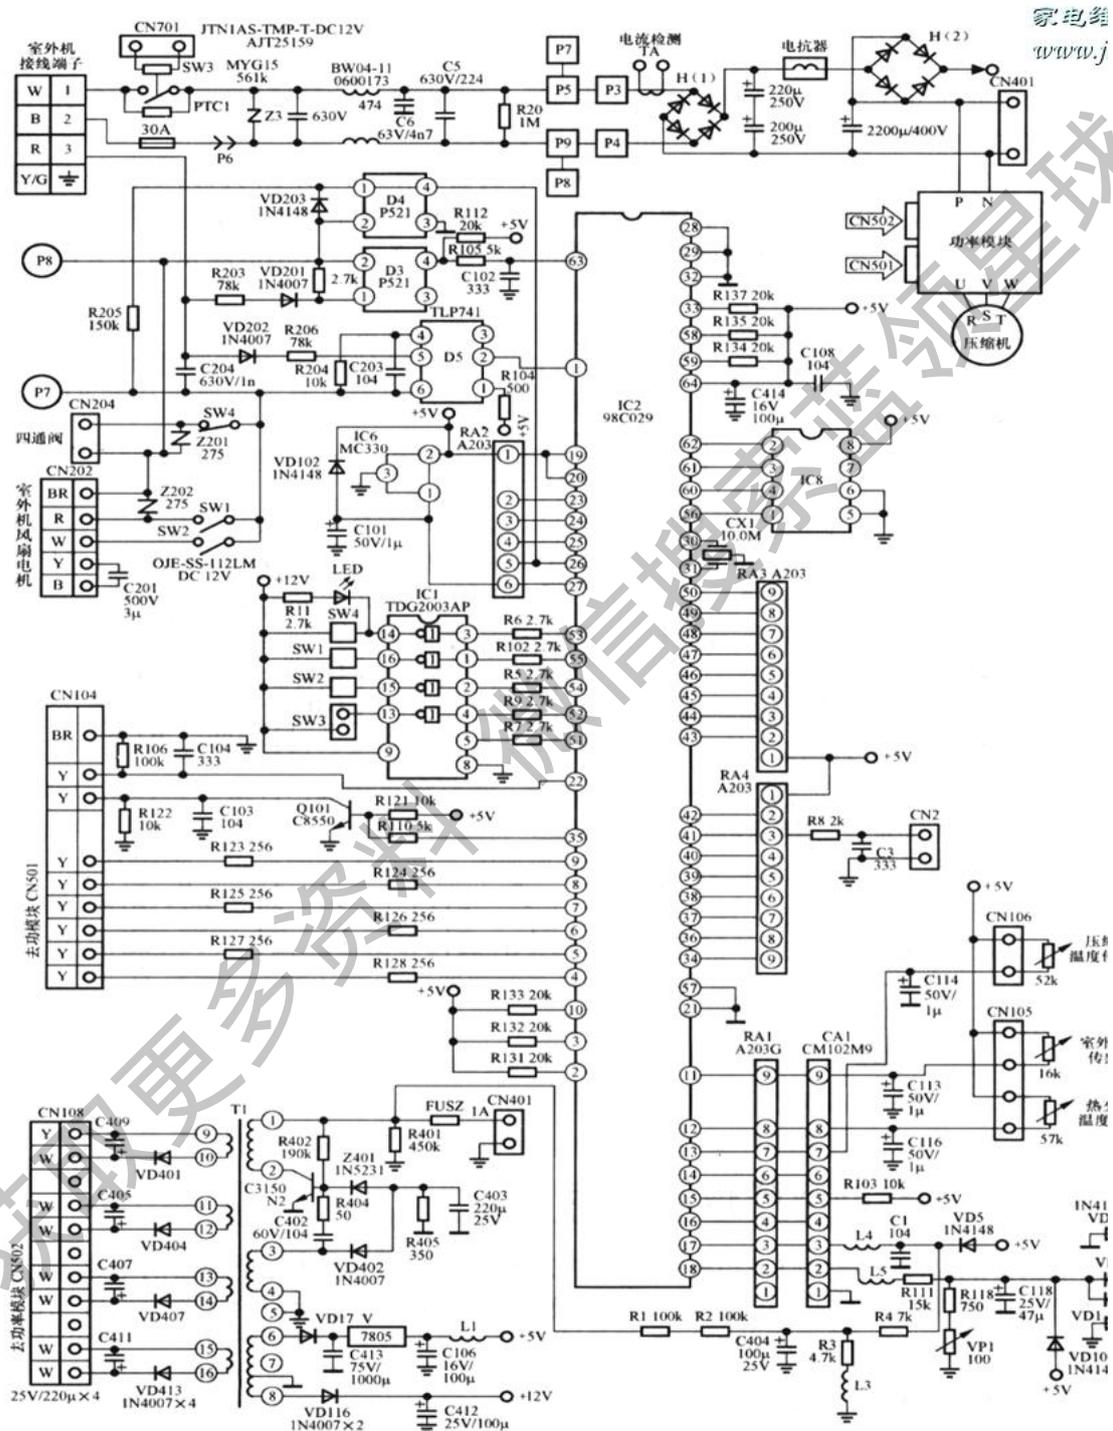

图 8-25 海尔 KFR-50LW/BP 变频柜机室外机控制电路
海尔 KFR-50LW/BP 变频柜机的室外机控制电路如图 8-25 所示。
(1) 电源电路
室外机电源由接线端子引入，220V 交流电压经过压保护元件 PTC1 以及整流器 H(1)、H(2) 整流滤波后，得到 280V 左右的直流电压。该直流电压经电抗器、电容器滤波后，一路给功率模块提供直流电源，另一路加到插件 CN401 的正端（CN401 的负端接地）。信号从 CN401 的正端（见图 8-25 左下角）输出后又分为 3 路：一路经 R1、R2、C404、R3、L3、R4 降压成约 8V 的直流电压（称为电源值班电压），并加到微处理器 IC2 的 17 脚，使 IC2 首先得电工作；另一路进入开关电源电路，经开关变压器 T1 的 1~2 绕组加到开关管 N2（C3150）的集电极；第三路经 R402 为开关管 N2 的基极提供偏置电流，使它导通。开关管 N2 一旦导通，通过 T1 绕组的反馈作用使电路产生自激振荡，并从 T1 的次级感应出稳定的高频交流电压。开关电源提供的 4 路 14V 直流电压经插件 CN108 给功率模块供电。从 T1 的 8 端产生的电压经 VD116、C412 整流滤波后输出 12V 的直流电压，给微动继电器 SW1-SW4 和反相器 IC1 供电。
(2) 微处理器工作保证电路